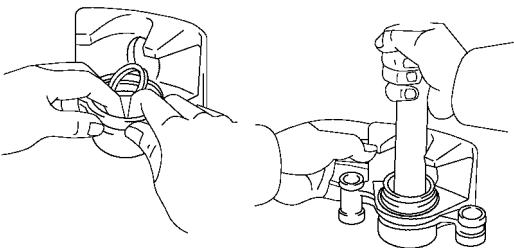

图 15-86 将活塞密封件和活塞装入分泵内
(2) 将活塞密封件和活塞装入分泵内，如图 15-86 所示。